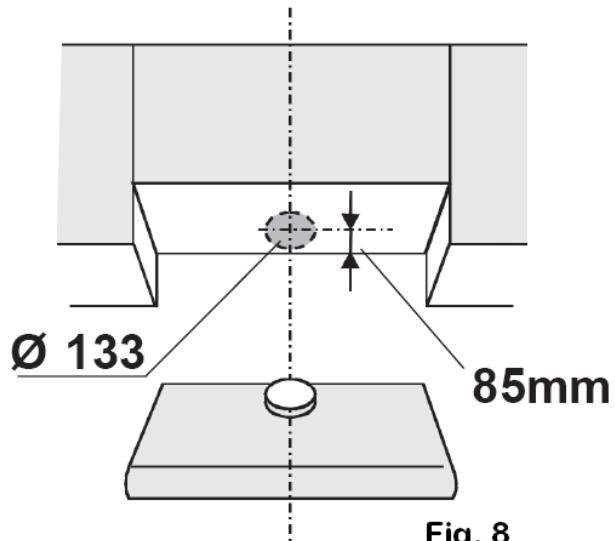

Fig. 8
- 2) Si vous utilisez la sortie supérieure [B] pour l'évacuation de l'air à travers votre meuble haut, faites préalablement un trou de 133 mm de diamètre dans votre meuble (Fig. 8)